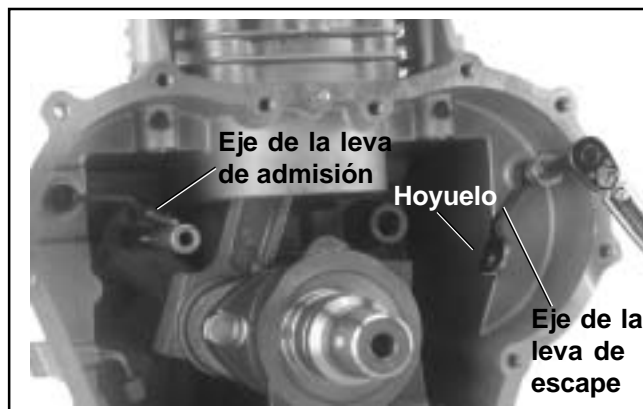

Figura 10-20. Instalación de las palancas de leva.
1. Instale las dos palancas de leva como se muestra en la Figura 10-20. El "hoyuelo" de asiento de la varilla de empuje deberá quedar hacia arriba. Fije cada una de las palancas de leva con un tornillo hexagonal con resalte M6. Aplique a los tornillos un par de apriete de **7,5 Nm (65 in lb)**. Lubrique con grasa ligera o aceite el hoyuelo y la parte inferior de la palanca de leva.